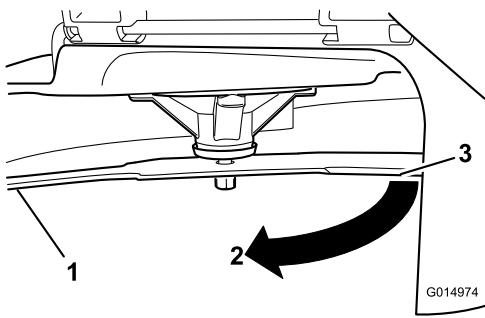

Figura 93
3. Distancia medida entre la cuchilla y la superficie (A)
- Gire la misma cuchilla 180 grados de manera que el otro extremo esté en la misma posición (Figura 93).